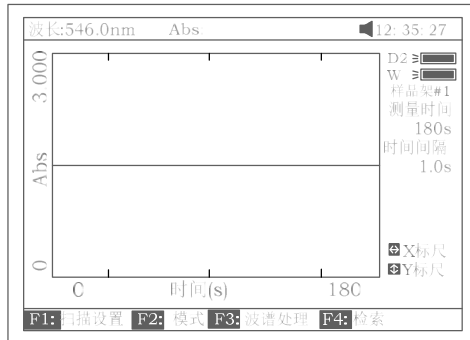
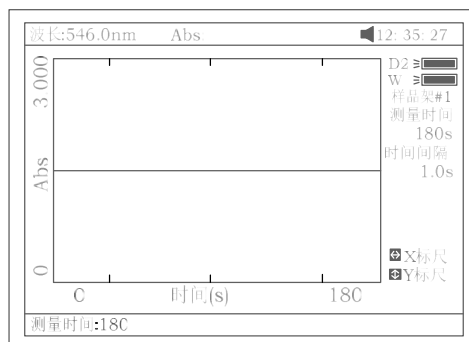

图 53
图 54
主界面中按【4】直接进入“动力学测量”界面如图 53 所示。按【ESC/STOP】退回到主界面。
在图 53 之显示界面下按【F1】设置试验参数,包括总运行时间,延时时间和时间间隔。按【^】或【V】键可选择 Y 轴标尺, 图 54 示。
b. 在图 53 中，按【LOAD】键，再按【^】或【V】键选择后缀扩展名为\*\*\*.kin 的文件，按【ENTER】确认调入已存动力学实验曲线。